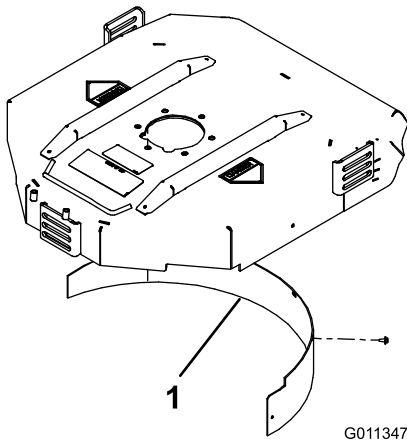

Bild 9
2. Montieren Sie das Mulchablenkblech in der hinteren Öffnung und befestigen Sie es mit fünf Bundschrauben (Bild 9).